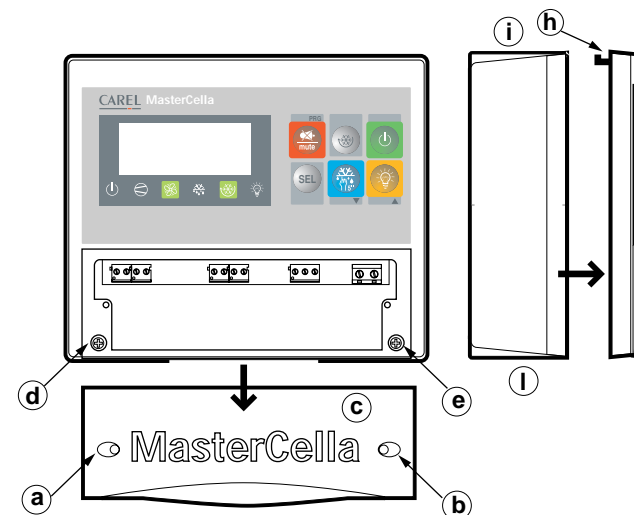
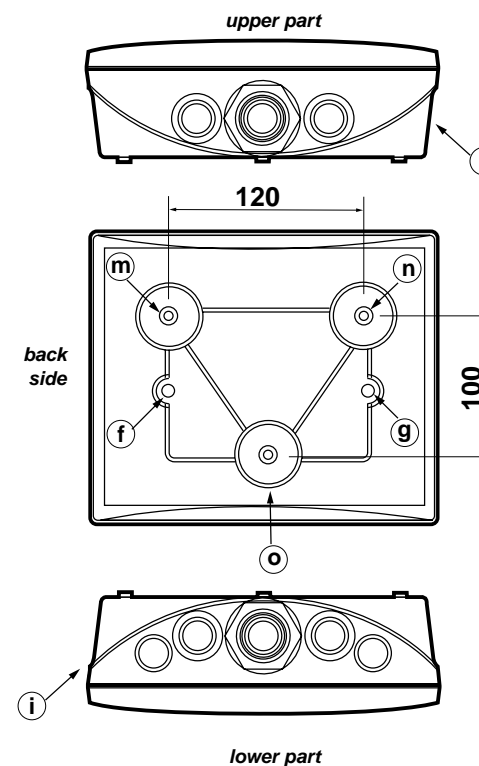

Fig. 2
Fig. 3
- Fjern de to skruer i front (fig. 2, a, b) og fjern frontdækslet (fig. 2, c).
- Fjern de to skruer (fig. 2, d, e) der holder den bageste og forreste del af MasterCella sammen og adskil de to dele.
- Lav to huller i den bageste del (i den perforerede del – fig. 3, f, g).
**N.B.:** Det er nødvendigt at fjerne de to øverste fastgøringstapper (fig. 2, h) på den forreste del, før montering på panelet. Lav et hul øverst (fig. 2, i) eller nederst (fig. 2, l) i den bageste del til kabel. Den fastsatte diameter er PG9 (diam. 16 mm) til PG21 (diam. 29 mm). Hullerne laves bedst med bor eller fræser. Forbind kablerne med klemmerækken. Til sidst sættes skruerne (fig. 2, c) og derefter frontdækslet på igen (fig. 2, c).
- Afmonter de to forreste skruer (fig. 2, a, b) og fjern frontdækslet (fig. 2, c).
- Afmonter de to skruer (fig. 2, d, e) der holder den forreste og bageste del af MasterCella sammen og adskil de to dele.
- Når det er besluttet, hvor kanal eller kabel skal være (for oven eller for neden) og de tilsvarende huller (i den perforerede del, fig. 2, i, l) til kabelskinne eller rørholder er boret, laves der 3 huller (fig. 3, m, n, o) på bagsiden af MasterCella kabinettet og i væggen.
- Sæt de medleverede dyvler i hullerne i væggen og sæt bagsiden af MasterCella fast på væggen med de 3 skruer (fig. 3, m, n, o) og de tilhørende O-ringe.
- Monter frontdelen, men vær opmærksom på placeringen af de to øverste tapper (fig. 2, h) og isætningen af de to skruer (fig. 2, d, e) (tryk ikke for hårdt for ikke at ødelægge plastikken).
- Luk dækslet (fig. 2, c) efter kablerne er forbundet med klemmerækken.